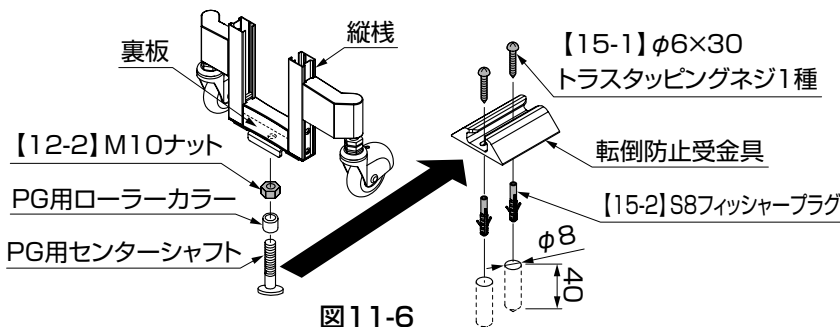

図11-6
- ①PG用ローラーカラーと【12-2】を組付けたPG用センターシャフトを、高さを調節して裏板に固定してください。(図11-6参照)
- ②本体に取付けたPG用センターシャフトの位置に合わせて、転倒防止受金具を図を参照して固定してください。(図11-6参照)